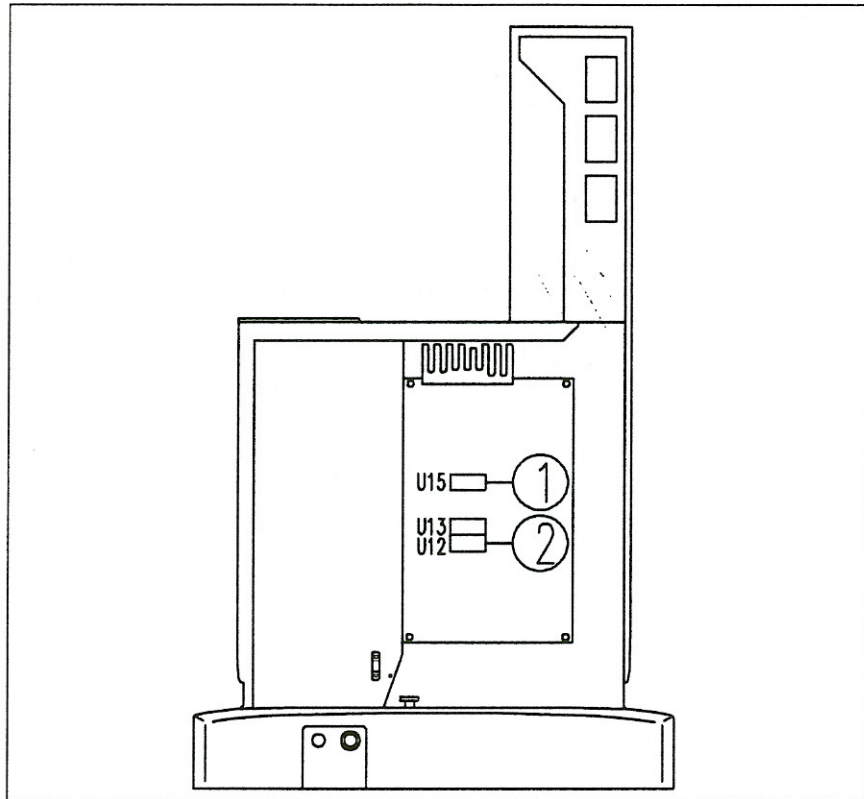

Abb. 5. Unit, Sicht auf die Platinenseite.
- 3) Nehmen Sie den EPROM von Sockel U15 an MAIN CONTROL (Abb. 5 (1)) und legen Sie ihn in die Verpackung des neuen.
- 3) Nehmen Sie den NVRAM von Sockel U12 (Abb. 5 (2)) an MAIN CONTROL und legen Sie ihn in die Verpackung des neuen.